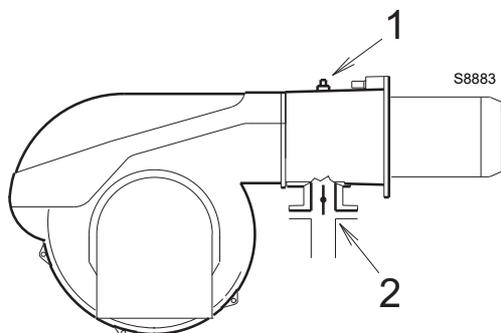

Fig. 27
Pression de gaz mesurée à la prise 1)(Fig. 27), avec :
- soustraire de la pression du gaz à la prise 1)(Fig. 27) la pression dans la chambre de combustion ;
$$\begin{aligned} \text{Pression du gaz à la prise 1)(Fig. 27)} &= 30 \text{ mbars} \\ \text{Pression chambre de combustion} &= 3 \text{ mbars} \\ 30 - 3 &= 27 \text{ mbars} \end{aligned}$$
Pour connaître la pression de gaz nécessaire sur la prise 1)(Fig. 27), une fois établie la puissance maximale à laquelle on veut faire fonctionner le brûleur :
Lire sur la droite, la pression à la prise 1)(Fig. 27).
Pression nécessaire à la prise 1)(Fig. 27).